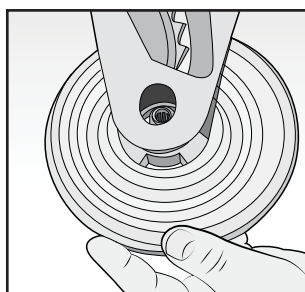
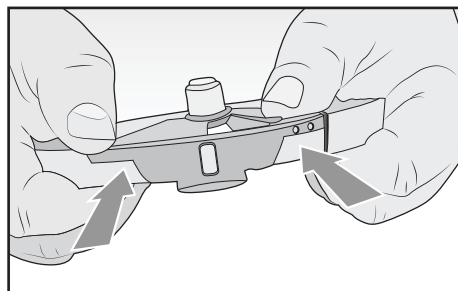

Fig. 7
Fig. 7a
Inserire la lama desiderata, lama per affettare (M), lama per taglio a julienne (L) o la lama per bastoncini (N) sul disco porta lama (I). Il perno del disco porta lama deve entrare nel foro centrale presente sulla lama (Fig. 7). Premere la lama sul disco porta lama (Fig. 7a).